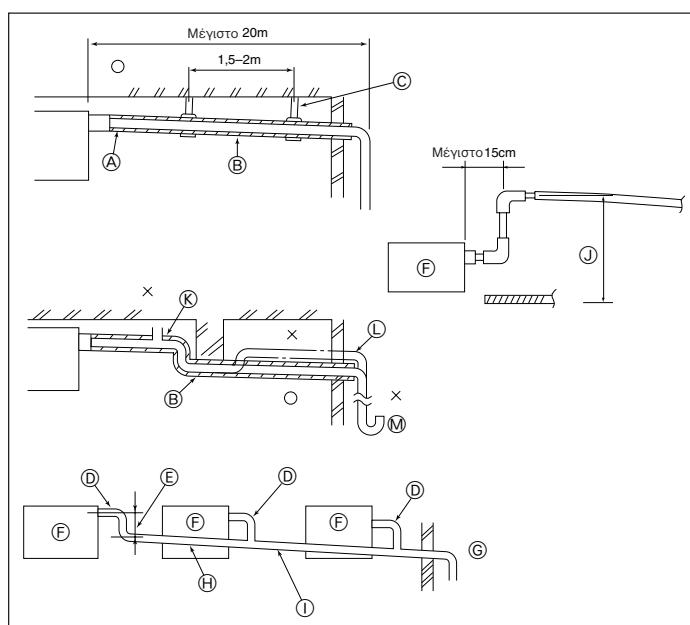

Fig. 3-4
- ① Περιτυλίξτε το προμηθευόμενο φαρδύ κολάρο γύρω από τον σωλήνα αερίου και βεβαιωθείτε ότι η άκρη του κολάρου ακουμπάει στην πλευρά της μονάδας.
- ② Περιτυλίξτε το προμηθευόμενο μικρό κολάρο γύρω από το σωλήνα υγρού και βεβαιωθείτε ότι η άκρη του κολάρου ακουμπάει στην πλευρά της μονάδας.
- ③ Λαφαλίστε και τα δύο άκρα του κολάρου με τους προμηθευόμενους σφιγκτήρες. (Τοποθετήστε τους σφιγκτήρες 20 mm από την άκρη του κολάρου.)
3.4. Εργασίες Σωληνώσεων Αποχέτευσης (Fig. 3-4)
- ① Σωστή σωλήνωση
- ② Λανθασμένη σωλήνωση
- ③ Μόνωση (9 mm ή περισσότερο)
- ④ Κλίση προς τα κάτω (1/100 ή περισσότερο)
- ⑤ Μεταλλικό υποστήριγμα
- ⑥ Ανοιγμα εξαερισμού